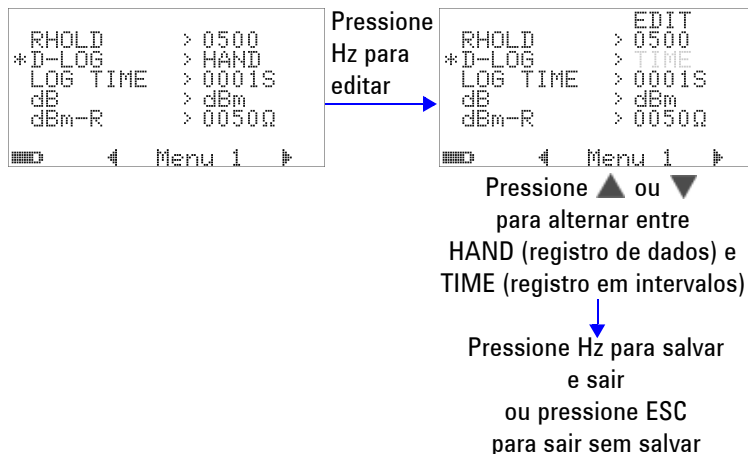

Figura 4-3 Configuração do registro de dados
- 1 Defina como “HAND” para habilitar o registro de dados manual (hand) ou como “TIME” para habilitar o registro de dados em intervalos (time). Consulte a Figura 4-3 na página 88.